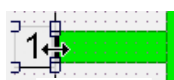

Рис. 6.28
7. Установите курсор мышки на правый край порта так, чтобы курсор отображался в виде двойной стрелки (рис. 6.28).